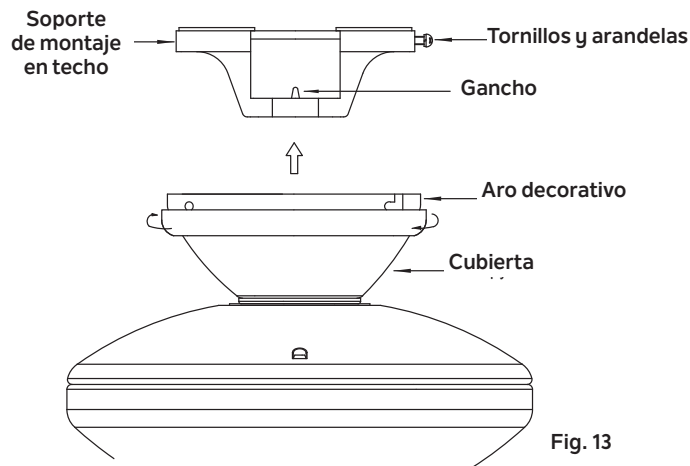

Fig. 13
**Paso 3.** Asegúrate de que los tornillos de montaje estén apretados. (Fig. 13)